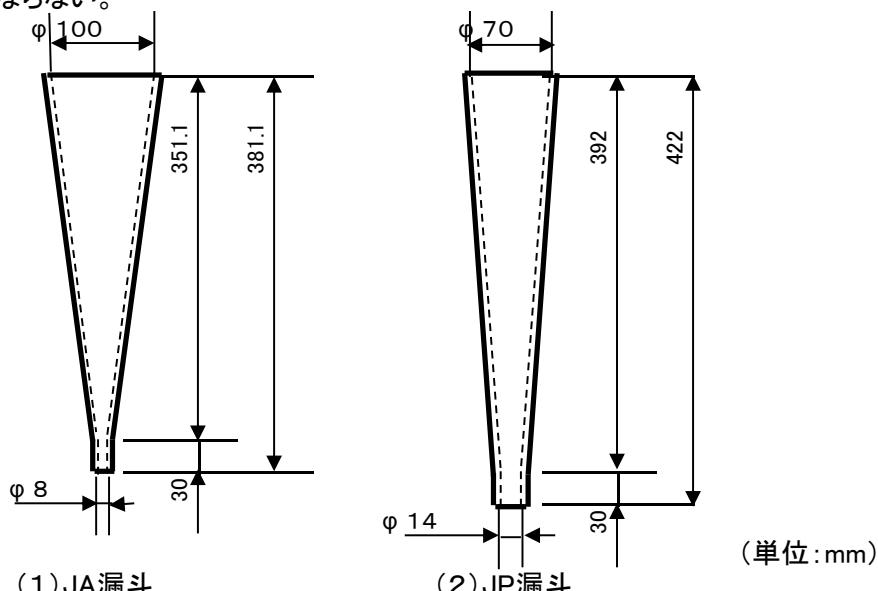

図1 漏斗
- a) 漏斗は、図1のように、黄銅製で、JA漏斗の場合は、上端内径100mm、下端内径8mmおよび高さ351.1mmで、その下部に内径8mm、長さ30mmの流出口を有する厚さ約3mmのもの(1)、JP漏斗の場合は、上端内径70mm、下端内径14mmおよび高さ392mmで、その下部に内径14mm、長さ30mmの流出口を有する厚さ約3mmのもの(2)とする。